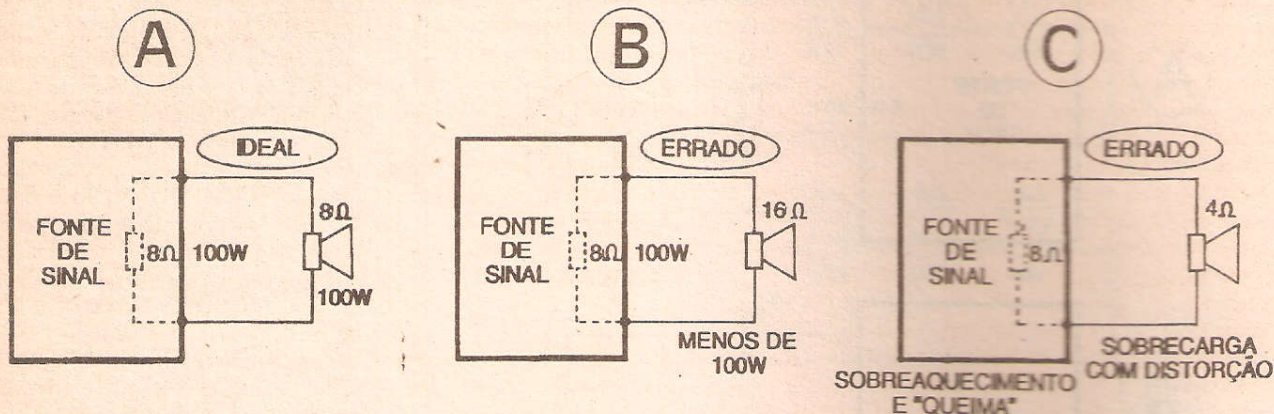

Fig.7
- FIG. 7 - MASTIGANDO O CASAMENTO DE IMPEDÂNCIAS... - Nos três itens da figura, o leitor/aluno encontra importantes subsídios práticos... em 7-A temos um arranjo considerado de *casamento perfeito*, no qual se obtém a melhor eficiência/qualidade na *tradução* dos sinais elétricos em manifestações acústicas...! Já - como em 7-B - quando a IMPEDÂNCIA do alto-falante é *maior* do que a apresentada pela saída da fonte de sinal, o rendimento da *tradução* ficará nitidamente prejudicado! No caso do exemplo, uma fonte de sinal com IMPEDÂNCIA de 8 ohms, fornecendo 100 watts, é acoplada a um falante (ou conjunto de falantes, não importa...) com IMPEDÂNCIA de 16 ohms... O sistema não consegue *passar* os indicados 100 watts ao ambiente, na forma de *SOM*...! A *wattagem* final, acusticamente obtida, será inevitavelmente *menor* do que o parâmetro de POTÊNCIA disponível na fonte de sinal...! Estaríamos, no caso, *desperdiçando* POTÊNCIA...! Numa outra possibilidade (7-C), se a IMPEDÂNCIA do alto-falante (ou conjunto de transdutores, conforme já visto na primeira parte da presente *aula*...) for *menor* do que a apresentada pela fonte de sinal (saída do amplificador), teremos uma série de problemas: aparentemente, estare-